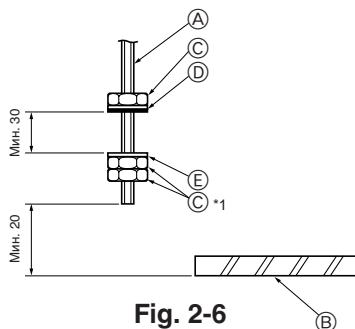

Fig. 2-6
### (MM) 2.4. Порядок подвешивания прибора (Fig. 2-6)